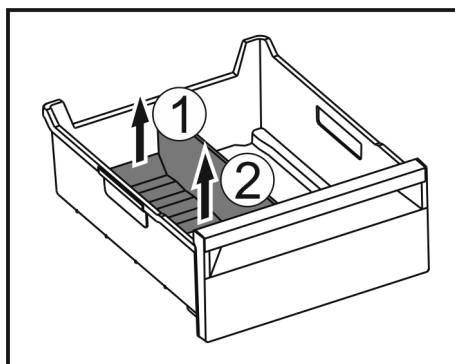

Fig. 195
- Lyft upp frysfacksdelarens bakre del. Fig. 195 (1)
- Ta ut frysfacksdelaren uppåt. Fig. 195 (2)